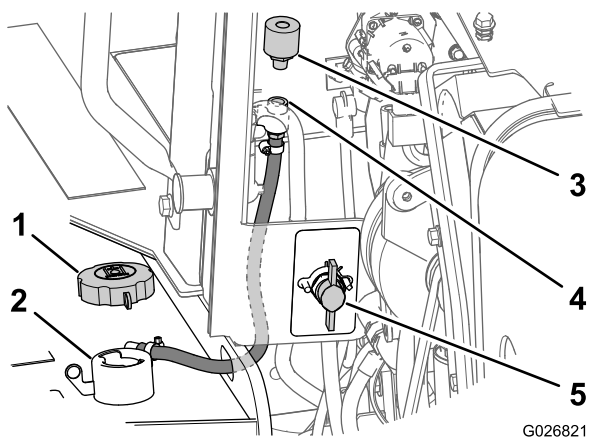

Рисунок 112
2. Поверните переключатель отсоединения аккумулятора в положение «Выкл» (Рисунок 112).
3. Снимите крышку заливной горловины бака (Рисунок 112).
4. На передней стороне панели моторного отсека снимите сапун с трубной муфты, вращая сапун против часовой стрелки (Рисунок 112).
5. Установите новый сапун в трубную муфту и затяните его от руки (Рисунок 112).